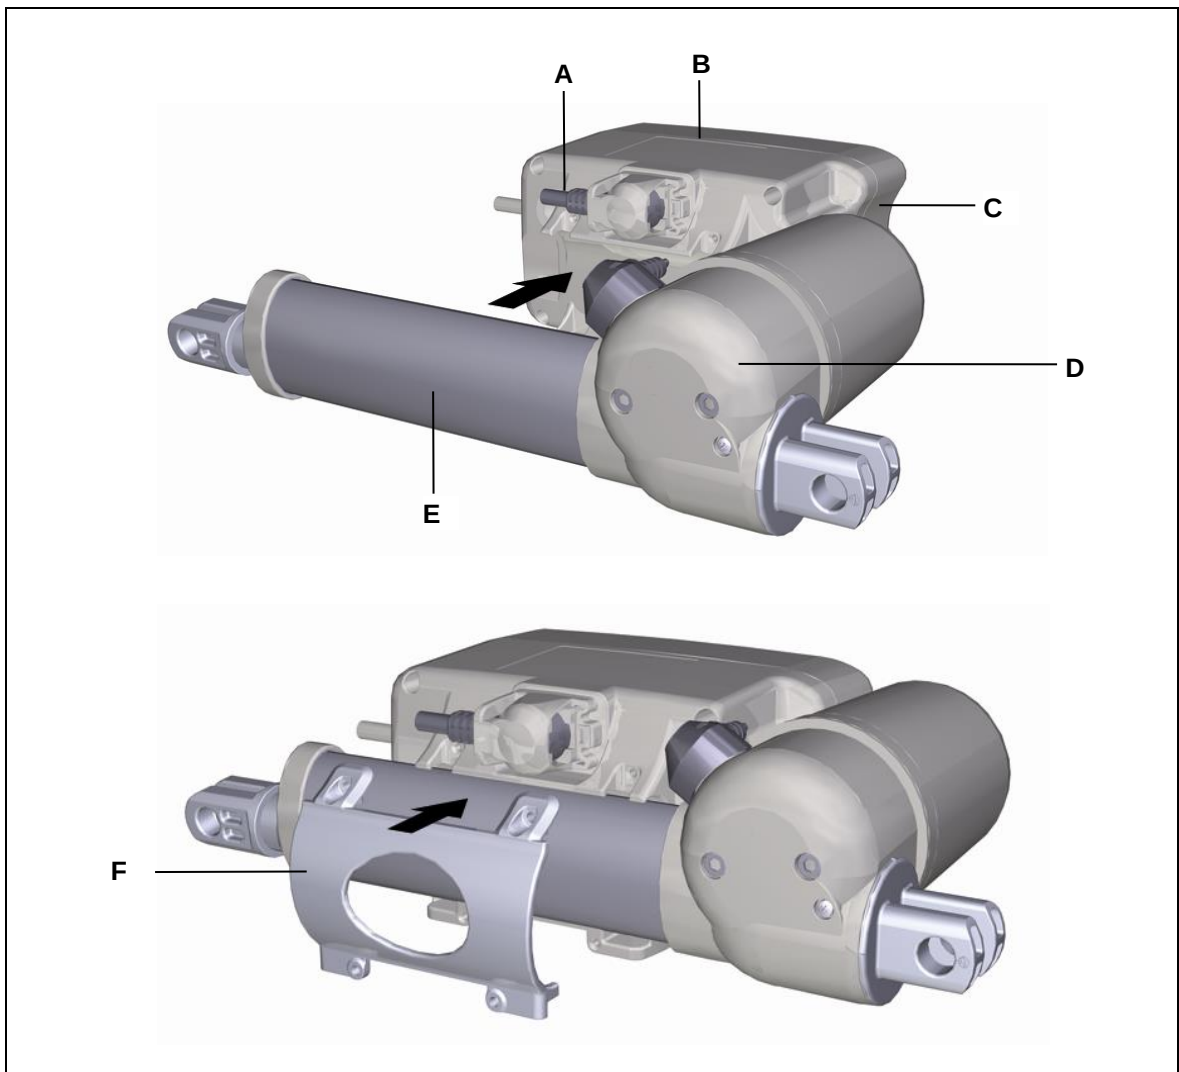
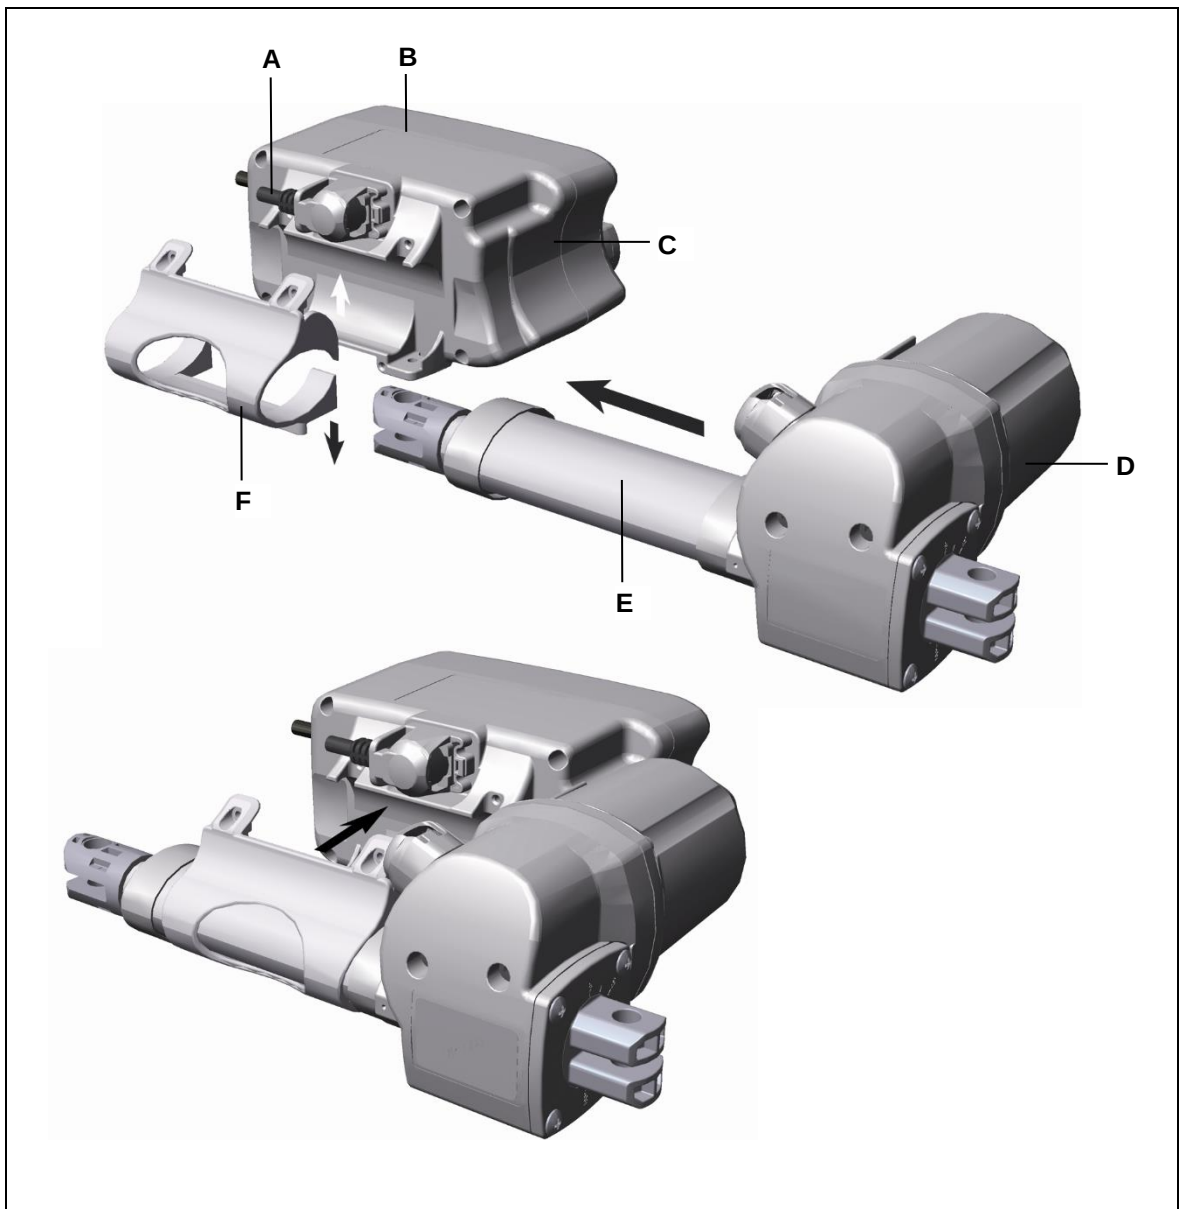

Abbildung 12 Montage des Antriebs MEGAMAT MCZ an die Steuerung MCL II
Abbildung 14 Montage des Antriebs MEGAMAT MFZ an die Steuerung MCL II
- 1 Schieben Sie die Flanschführung (E) des Antriebs MEGAMAT MCZ (D) so in die Befestigungsschelle (F), dass der Motortopfdeckel des Antriebs an Führung (C) liegt, wie in Abbildung 12 gezeigt.
- 2 Verschrauben Sie die Befestigungsschelle (F) mit der Steuerung MCL II.
- 1 Schieben Sie die Befestigungsschelle (F) über die Flanschführung (E) des Antriebs MEGAMAT MFZ, wie in Abbildung 14 gezeigt. Biegen Sie dazu die Befestigungsschelle leicht auseinander.
- 4 Entfernen Sie die Schrauben der Befestigungsschelle (F) der, wie in Abbildung 12 bzw. Abbildung 14 gezeigt.